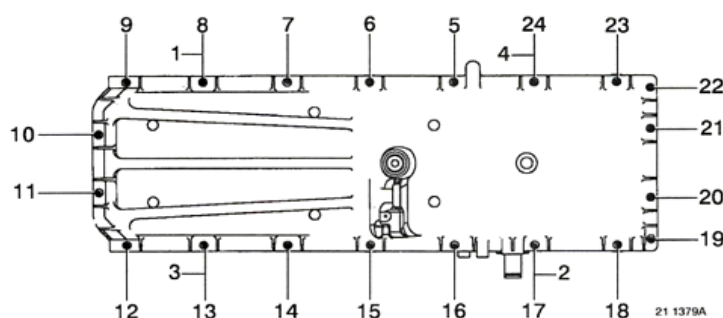

图 20 油底壳安装拧紧顺序
8.24.2 将油底壳垫套到螺柱上，再将油底壳套上。在每个油底壳螺柱上套一个螺栓垫块，然后按照图 20 要求的顺序拧紧，拧紧力矩为  $20\text{ N}\cdot\text{m}\pm 4\text{ N}\cdot\text{m}$ 。